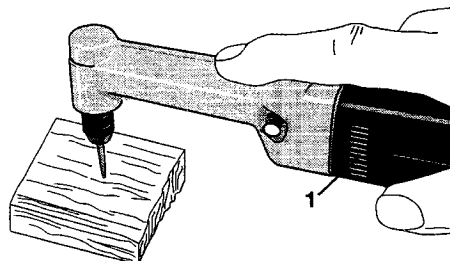

Fig. 4
2. Gerät so halten (Fig. 4), daß die Lüftungsschlitze **1** nicht verdeckt werden.
2. Hold drill as shown in Fig. 4 so as not to obstruct the ventilation slits **1**.